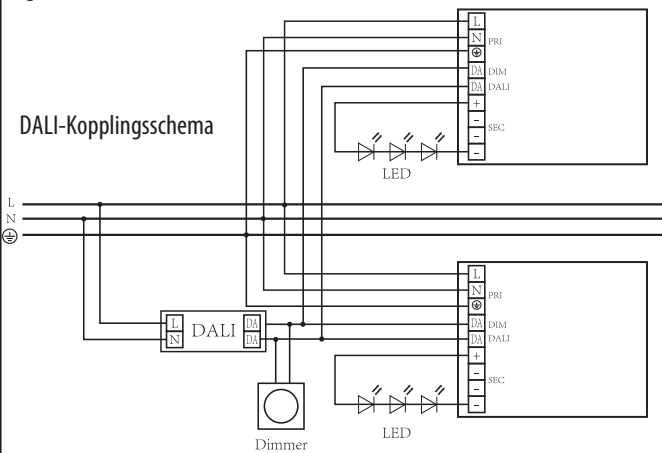

Fig.2)
- Kan ljusregleras med DALI eller Push-dimring med återfjädrande tryckknapp. Se kopplingschema fig.1 och fig.2 på sidan 2.
- 6) Vid ljusreglering med SwitchDim (Push) följ kopplingschema i fig 2.